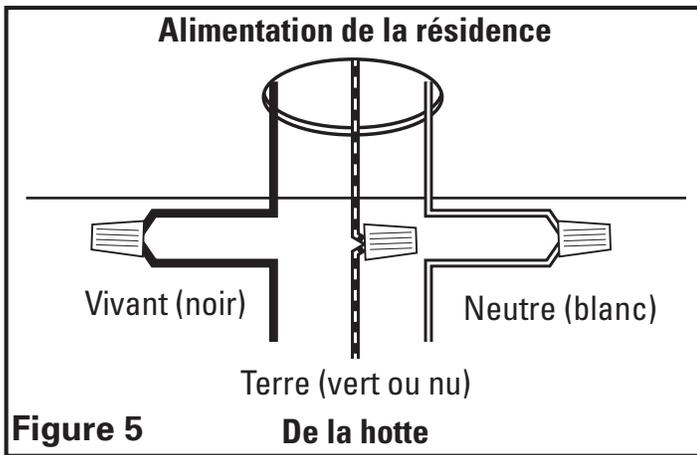

Figure 5
- Examinez le couvercle du compartiment de câblage et sélectionnez l'entrée des câbles la plus appropriée puis retirez l'alvéole défonçable. Passez le câble d'alimentation dans l'ouverture et installez un serre-câble approprié. Raccordez le fil blanc de l'unité de puissance au fil blanc de l'alimentation. Raccordez le fil noir de l'unité de puissance au fil noir de l'alimentation. Connectez le fil de mise à la terre de la résidence (vert ou cuivre nu) au fil de mise à la terre de l'unité de puissance (vert ou vert / jaune). Utilisez des méthodes de raccordement approuvées pour toutes les connexions (**Figure 5**).